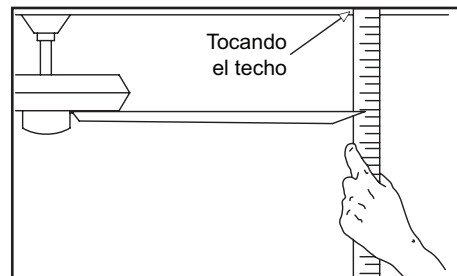

Figura 12
2. La mayoría de los problemas de oscilación del ventilador se deben a que las aspas no están al mismo nivel. Verifica este nivel seleccionando un punto en el techo sobre la punta de una de las aspas. Mide desde un punto en el centro de cada asa al punto en el techo. Mide esta distancia como se muestra en la Figura 12. Gira el ventilador hasta que la siguiente asa quede en posición para medir. Repite el procedimiento para cada asa. Las desviaciones de la medición no deben pasar de 3.2 mm. Enciende el ventilador por 10 minutos.